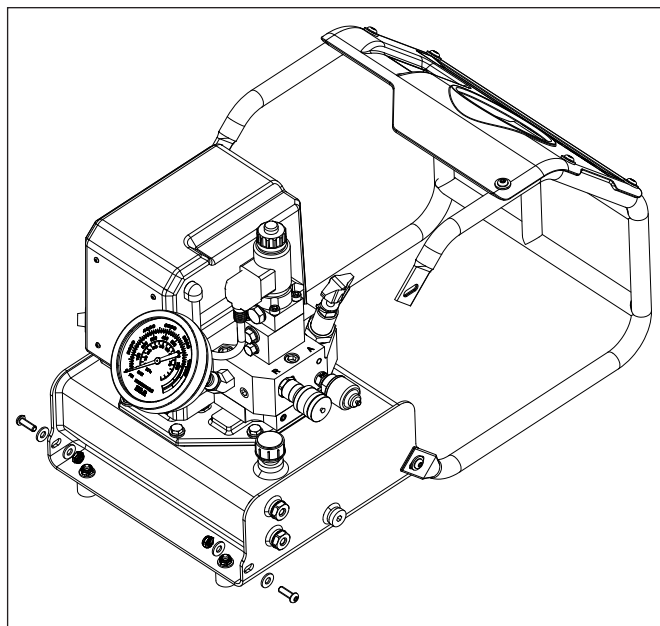

Рисунок 7: Очистка резервуара
3. Вывинтите 2 винта, шайбы и гайки, которые крепят защитный каркас к резервуару. Ослабьте 2 других комплекта крепежных винтов. Поверните защитный каркас, как показано на рисунке. См. рисунок 7.